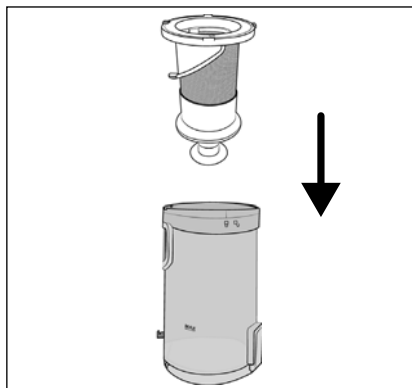

Rys. 22
- 5) Przepłucz filtr EPA ❺ i filtr ze stali nierdzewnej ❸ pod zimną lub letnią wodą. Pozostaw filtr EPA ❺ i filtr ze stali nierdzewnej ❸ do całkowitego wyschnięcia na powietrzu przed włożeniem ich z powrotem do pojemnika na pył ❷ (patrz rys. 22).